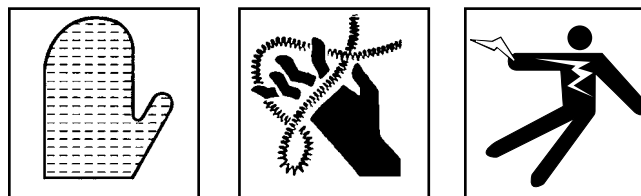

Figure 5 – Montage de l'adaptateur de câble
- Tirez sur la manette du plongeur de l'adaptateur et appuyez sur le levier d'embrayage de la machine afin de permettre à l'adaptateur de s'enfiler dans le trou percé (Figure 5). Assurez-vous du verrouillage du plongeur dans la machine.